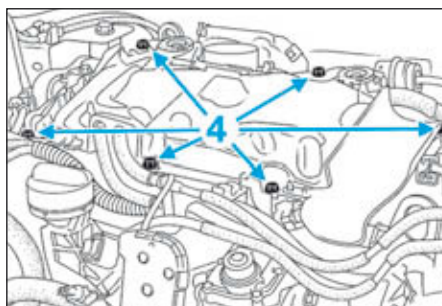

FIG.136
- Déposer les vis (4) (Fig.136) du protecteur de la rampe d'injection,